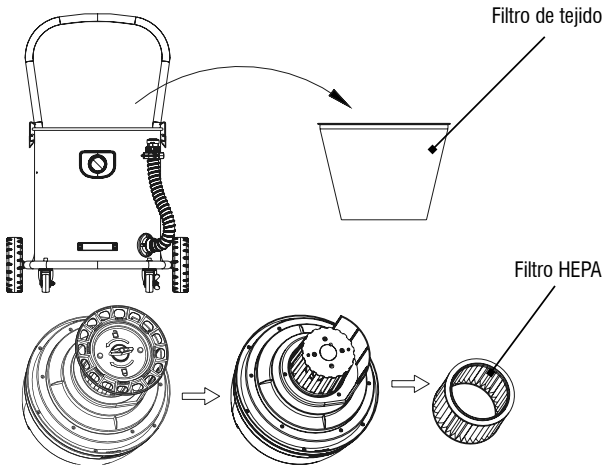

Fig. 18 – Filtro de tejido y filtro de aire HEPA
2. Retire el filtro de tejido, Fig. 18;